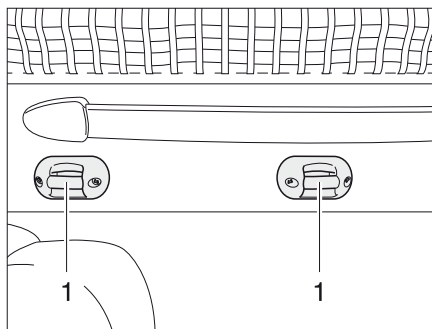

Bild 173 Fästen till stegen
- Fäst stegen med båda byglarna på klämmorna (Bild 173,1) på den höjbara sängen.